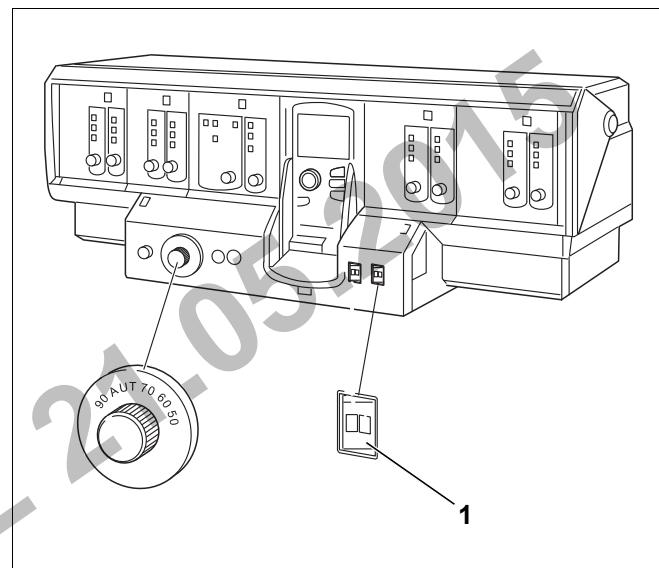

Рис. 49 Logamatic 4311
- ▶ Установите пусковой выключатель рис. 49, [1] на системе управления в положение "0".